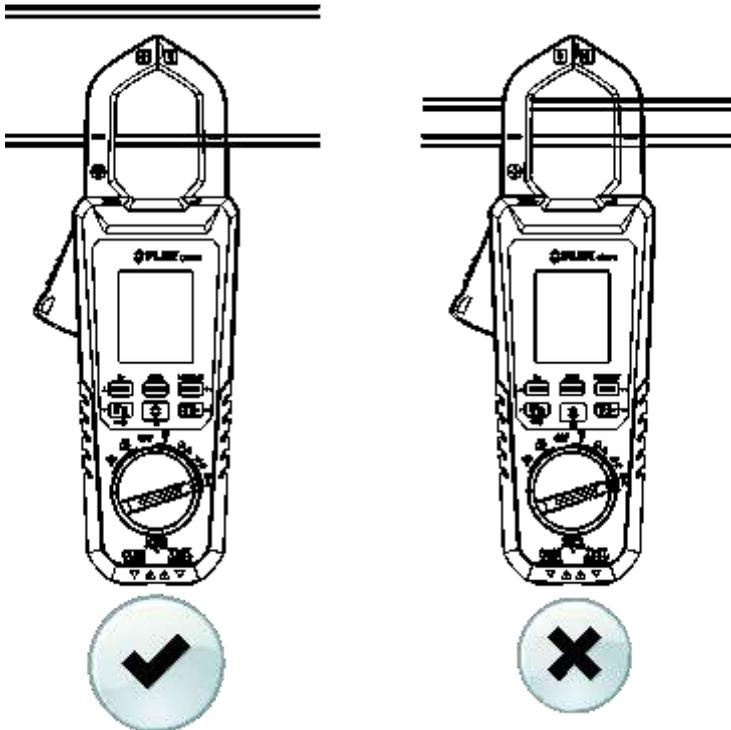

Abb. 5.2 Korrekte und falsche Einrichtung
Bei der Messung von Strom mit Hilfe der Messzangen darf nur ein Leiter mit den Messzangen umschlossen werden, siehe Abb. 5.2.
5. Drücken Sie den Öffnungshebel zum Öffnen der Messzangen. Umgreifen Sie vollständig einen der Leiter—Beachten Sie Abb. 5.2. Für optimale Resultate sollte sich das Kabel in der Mitte der Messzangen befinden.